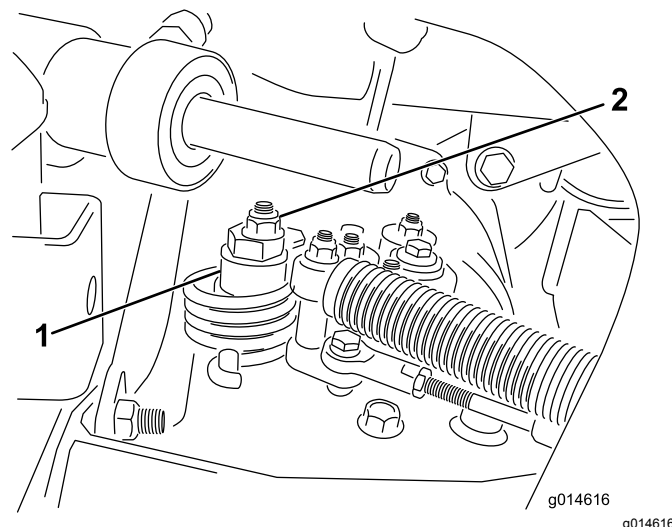

Bild 32
- A. Lösen Sie die Mutter, mit der der Exzenter oben am Hydrostat befestigt ist (Bild 32).
- C. Drehen Sie den Exzenter, bis kein Kriechen in jeder Richtung auftritt. Ziehen Sie die Schraube fest, wenn sich das Rad nicht mehr dreht, um den Exzenter und die Einstellung zu arretieren (Bild 32). Überprüfen Sie die Einstellung, wenn die Gasbedienung in der LANGSAM- und SCHNELL-Stellung ist.